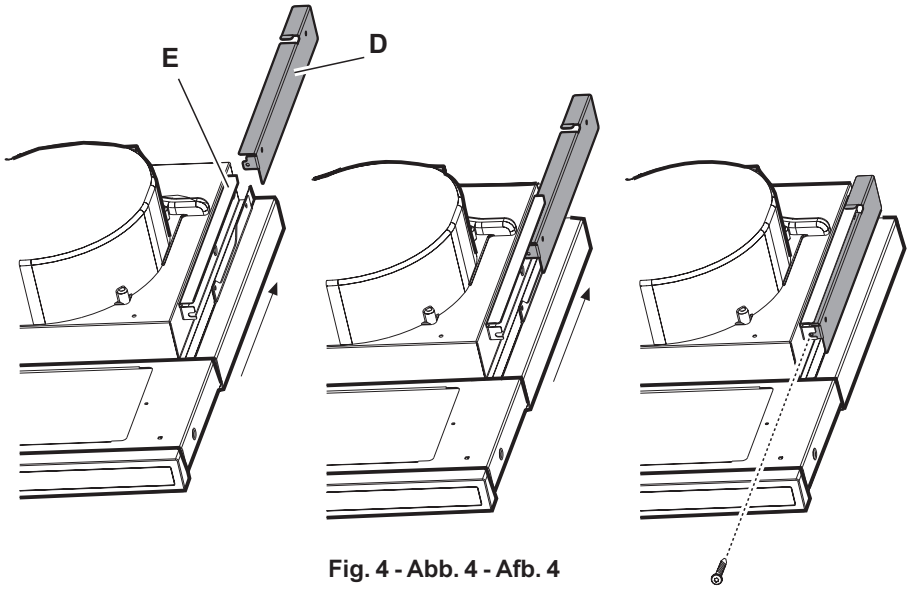

Fig. 4 - Abb. 4 - Afb. 4
4. Die Haube in den Hängeschrank einfügen, darauf achten, dass der Bügel **E** der Haube oberhalb des Bügels **D** des Hängeschanks positioniert wird (Abb. 4).
5. Die Haube durch zwei Schrauben (eine pro Seite) am vorderen Ende befestigen (Abb. 4).
4. Insert the cooker hood in the wall cabinet, ensuring to position the cooker hood bracket **E** above the wall cabinet bracket **D** (Fig. 4).
5. Block the cooker hood with two screws on the frontal part (Fig. 4 – one per side).